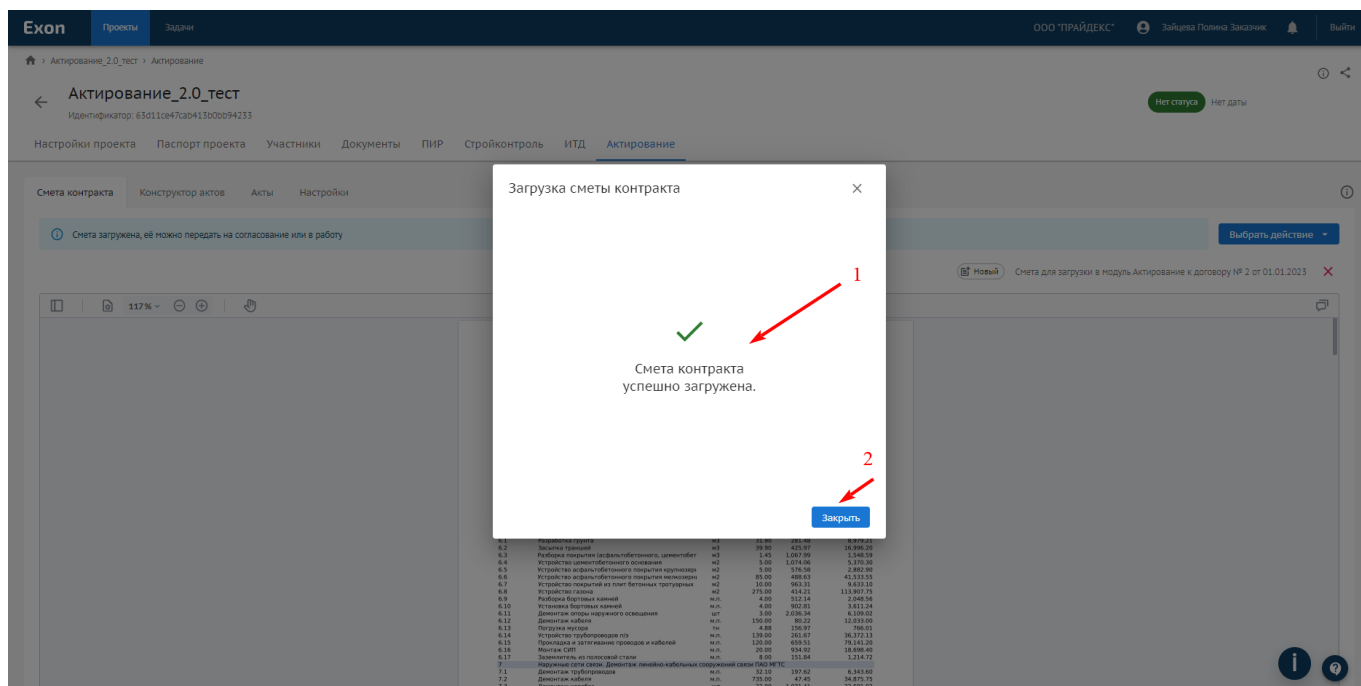

Рис. 20 -Смета загружена без ошибок
Если смета контракта загружена без ошибок, будет отображено уведомление Смета контракта успешно загружена (1), нажмите «Закреть» (2) (рис. 20).